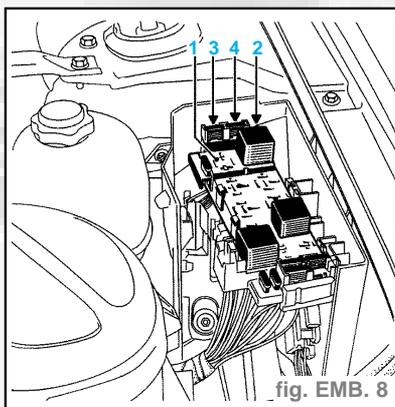

fig. EMB. 8
- Boîtiers fusibles/relais (situé à gauche dans le compartiment moteur) (fig. EMB. 8)
- **2** Relais de démarrage (232)